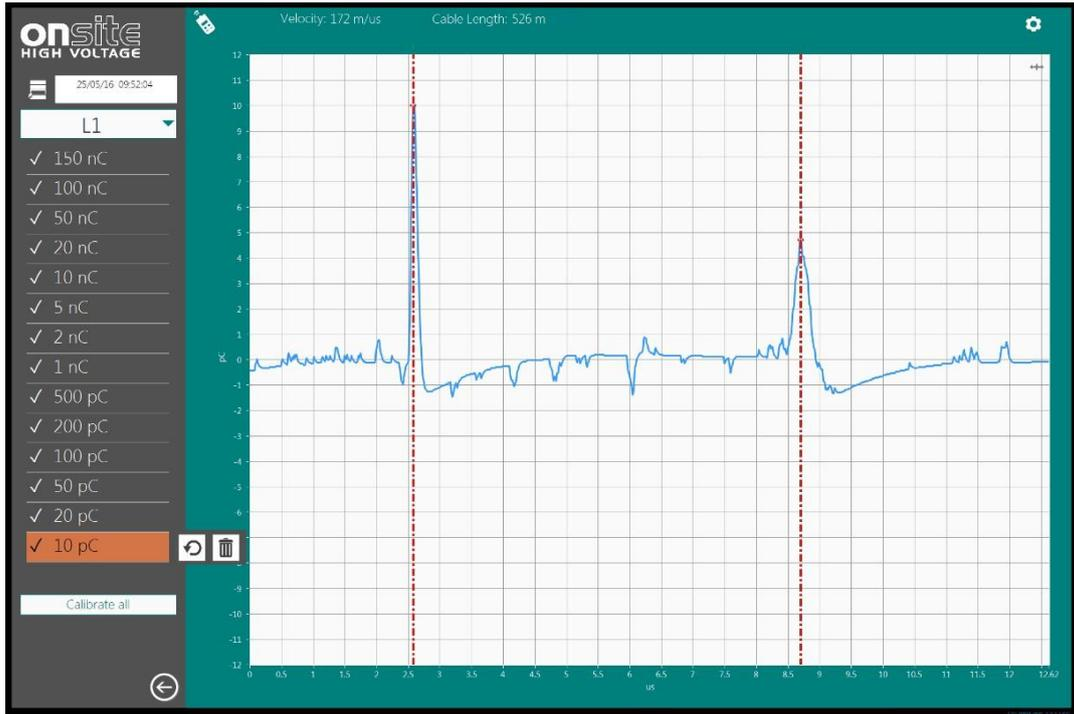
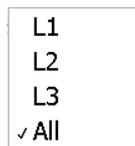

图 34 校准界面
图 35 选相下拉列表
- 检查试验的电缆样品长度是否正确（图 34）并选择校准中提到的相 **L1**，**L2**，**L3** 或 **ALL**（图 35）。选择 **ALL** 时，意为该校准对三相都有效。